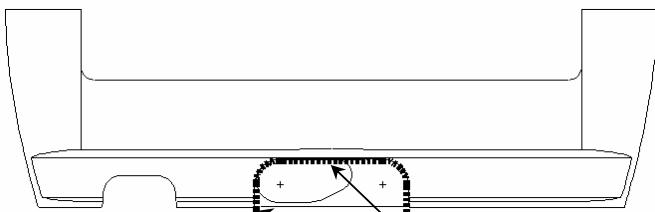

FIGURA 2A
- a. Modelos 2004 y 2005: Recorte la placa protectora como se muestra en la **Figura 2A**. Recorte la placa interior al mismo perfil que la puerta de acceso. No es necesario recortar la placa protectora exterior.